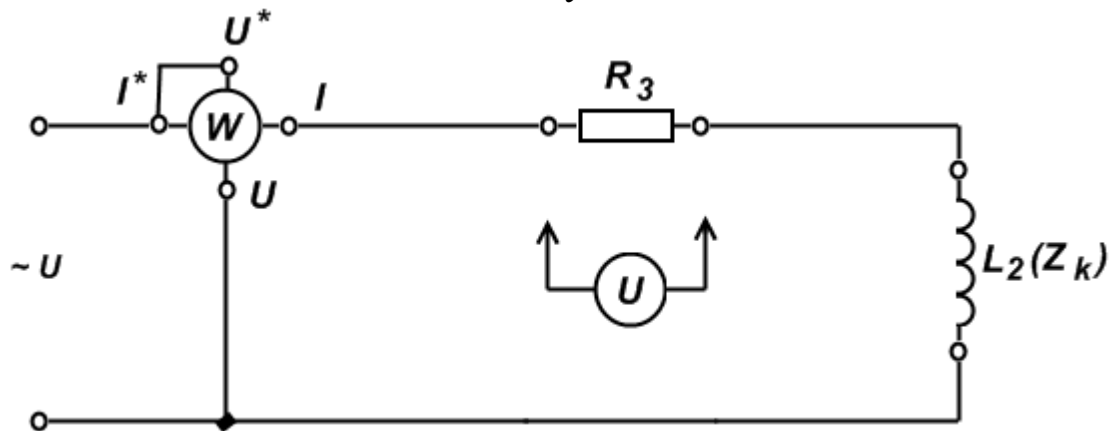

Рис. 2 Схема для исследования последовательной цепи переменного тока, содержащей резистор и индуктивную катушку
5. Собрать электрическую схему (рис. 2) и представить на проверку преподавателю. ЛАТР вывести в нулевое положение.